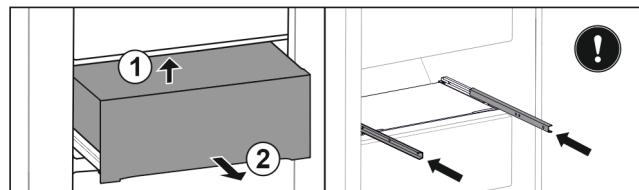

Fig. 124
- Nadvihnite zásuvku zospodu dozadu. Fig. 124 (1)
- Odoberte zásuvku dopredu. Fig. 124 (2)